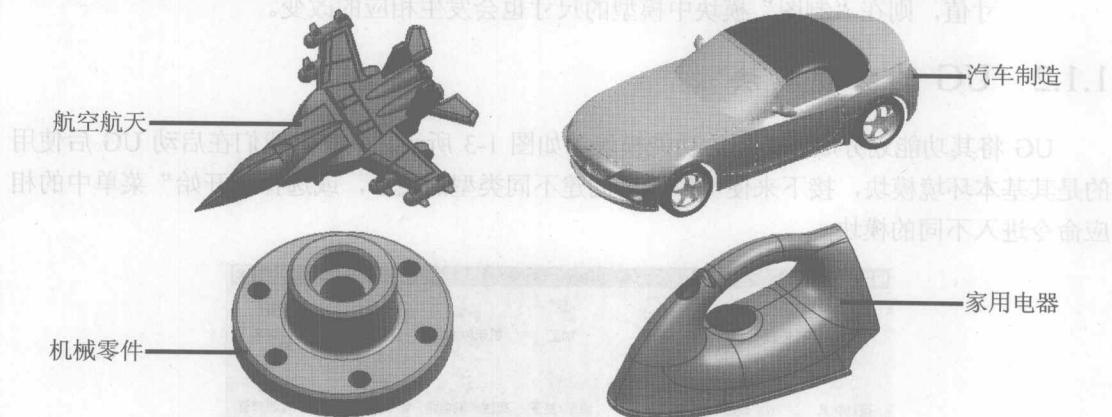

图 1-1 UG 的应用领域
Unigraphics (简称 UG, 目前最流行的版本是 NX 5.0) 软件由美国麦道 (MD) 公司开发, 被广泛应用于航空航天、汽车、造船、通用机械和电子工业等领域, 如图 1-1 所示。